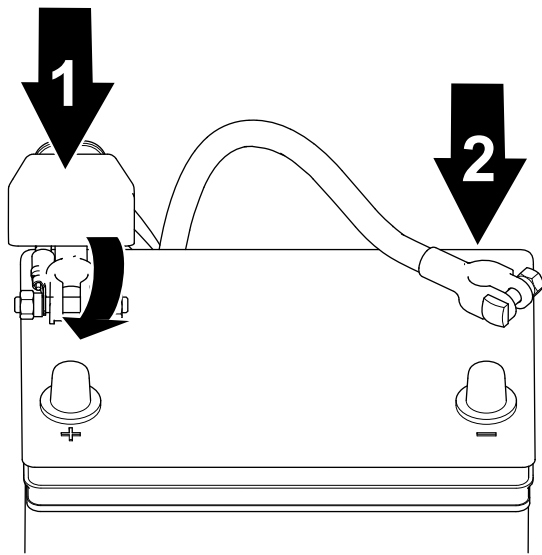

Figura 35
1. Conectai cablul pozitiv la baterie și strângeți piulia clemei bateriei (Figura 35).
2. Conectai cablul negativ la baterie i strângei piulia clemei bateriei (Figura 35).